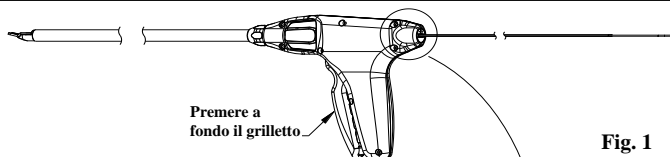

Fig. 1
2. Premere completamente il grilletto. (Fig.1)